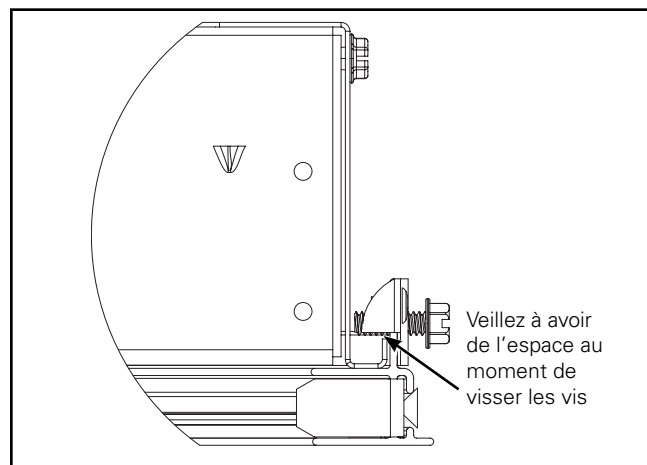

Figure 3.
3. Vous aurez peut-être besoin de soulever l'encadrement au moment de visser chaque vis, pour avoir suffisamment d'espace entre la vis et le bord du boîtier (voir la Figure 3).